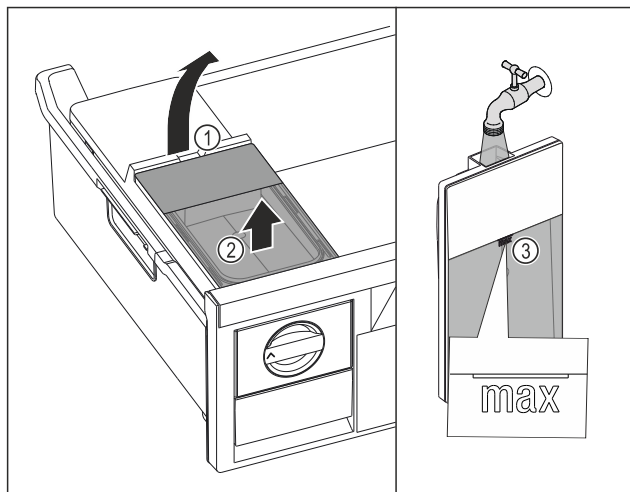

Fig. 97
- Поднимите бак для воды за выемку Fig. 97 (1).
- Извлеките бак для воды движением вверх Fig. 97 (2)
- Наполните бак для воды питьевой водой до отметки Fig. 97 (3).